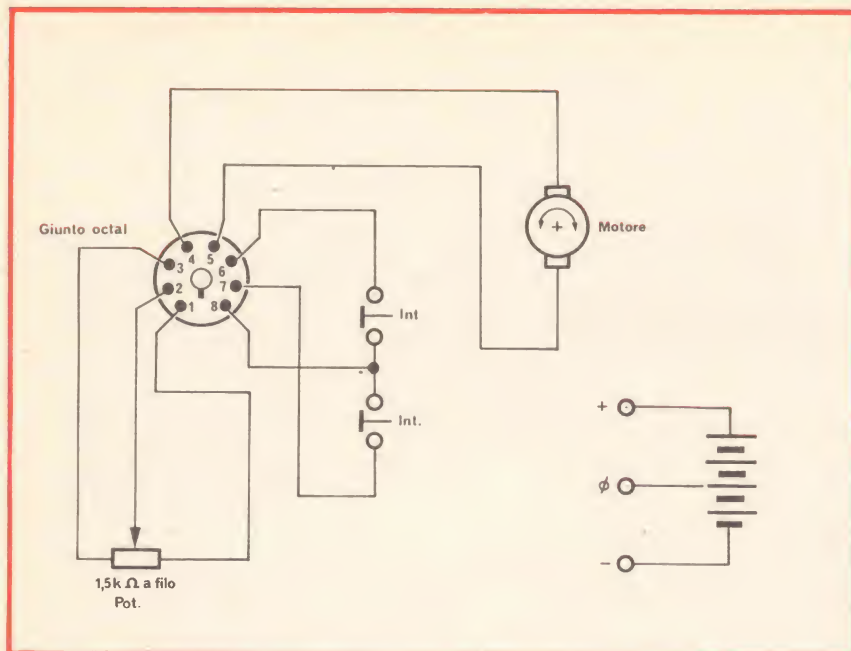

Fig. 12 - Schema elettrico del servomeccanismo attuatore comando barra.
Il sistema è alimentato con una normale batteria 12 V, però è necessaria una presa centrale (0) ottenuta con una vite a legno avvitata nella piastra 6 V della batteria, fig. 12.